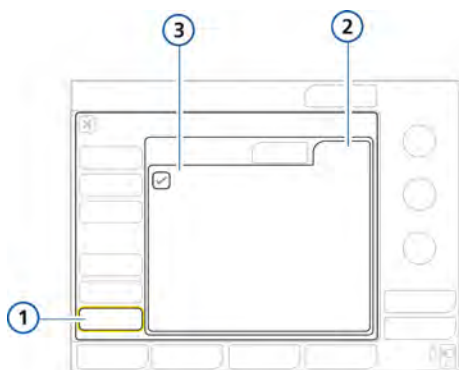

Figura I-19. Opciones de hardware
2. En la ventana Options, toque la pestaña **HW options**. Consulte la figura I-19.